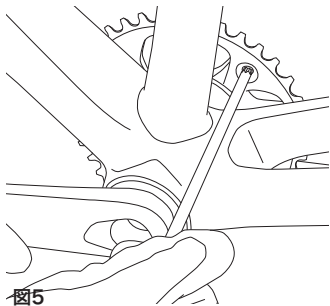

図5
- トルクス30を使用し、チェーンリングの内側から、4つある固定ボルトを緩めます (図5)。